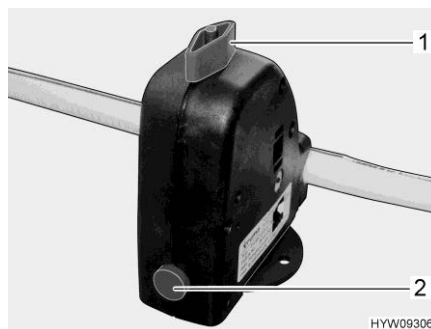

Fig. 221 Valvola di sicurezza/di scarico (boiler)
Il boiler è dotato di una valvola di sicurezza/di scarico (Fig. 221). La valvola di sicurezza/di scarico impedisce che l'acqua congeli nel boiler in presenza di basse temperature esterne, quando il riscaldamento dell'autocaravan non è acceso.
- Chiudere la valvola di sicurezza/di scarico. A tal fine ruotare la manopola (Fig. 221,1) verticalmente rispetto alla valvola di sicurezza/di scarico e premere verso l'interno il bottone automatico (Fig. 221,2).
- Aprire la valvola di sicurezza/di scarico. A tal fine ruotare la manopola (Fig. 221,1) nel senso della lunghezza della valvola di sicurezza/di scarico. Il bottone automatico (Fig. 221,2) scatta all'infuori. Il boiler viene svuotato verso l'esterno tramite la valvola di sicurezza/di scarico.